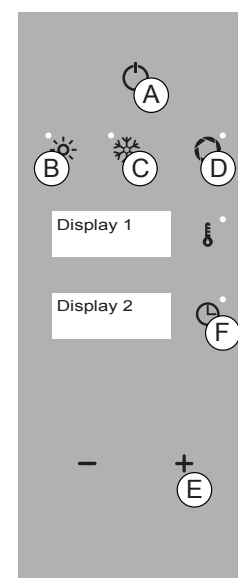

Rys. 8
1. Nacisnąć ikonkę „GO!”, aby aktywować menu główne (Rys. 8/A).
2. Jednocześnie nacisnąć ikonkę „GO!” i przycisk „URUCHOMIENIE”, aby wybrać funkcję „WYKAZ ALARMÓW” (Rys. 8/A+C).
3. Nacisnąć ikonkę „TEST” (Rys. 8/D) i ikonkę „PARAMETRY” (Rys. 8/E), aby wejść w funkcję.
4. Nacisnąć kilka razy ikonkę „WIĘCEJ” (Rys. 8/G), aby wybrać funkcję „OKAP WYWIEWNY” i ikonkę „POTWIERDŹ” (Rys. 8/F), aby wejść w funkcję.
5. Ustawić wartość „1” za pomocą ikonki „WIĘCEJ” i nacisnąć ikonkę „ZATWIERDŹ”, aby zapisać (Rys. 8/F).
Nacisnąć kilka razy przycisk „ESC” (Rys. 8/B), aby wyjść z funkcji i powrócić do okna początkowego.